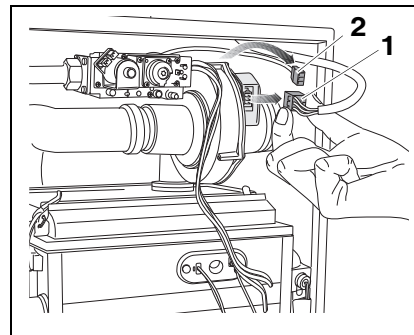

Fig. 5
- Estrarre la spina dell'allacciamento alla rete (fig. 5, pos. 1) del ventilatore.
- Estrarre la spina del cavo tachimetrico (fig. 5, pos. 2) del ventilatore. Inoltre, togliere il blocco della spina esercitando pressione.
- Retirar a ficha da ligação de rede (fig. 5, pos. 1) do ventilador.
- Retirar a ficha do cabo do taquímetro (fig. 5, pos. 2) do ventilador. Para este efeito soltar o bloqueio na ficha, pressionando a mesma.